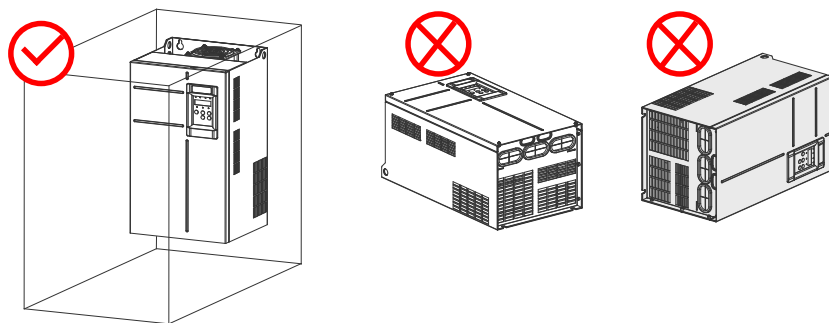

图 2-7 安装方向示意图
- 请向上垂直安装驱动器，便于热量向上散发。若柜内有多台驱动器时，请并排安装。在需上下安装的场合，请参考图 2-7，安装隔热导流板。